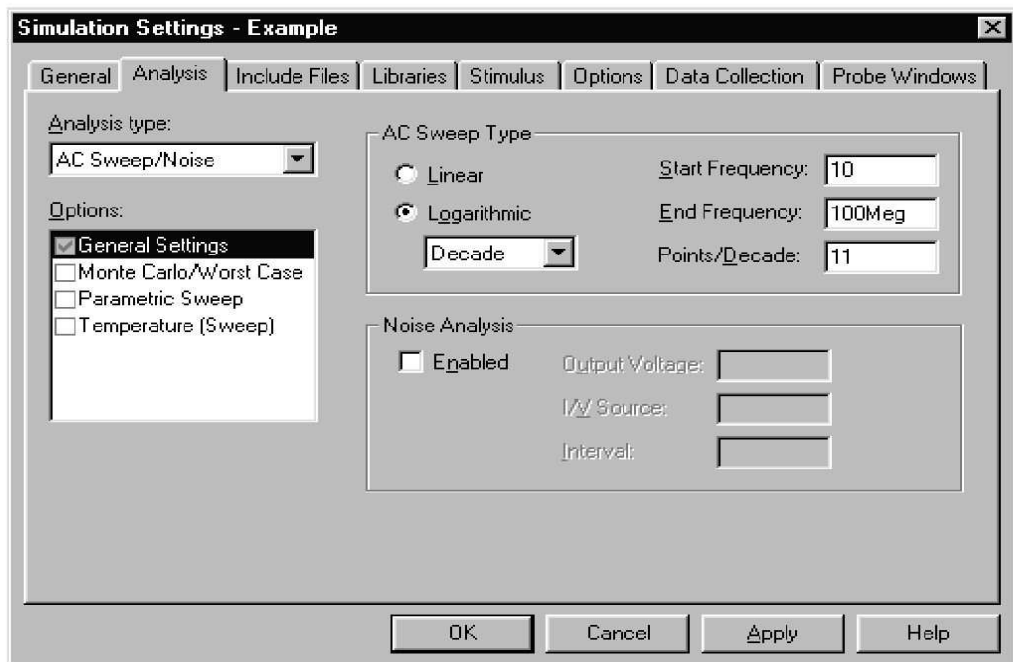

Figure 19 AC sweep and noise analysis simulation settings.
4. Από το Analysis type list, επιλέγουμε AC Sweep/Noise και εισάγουμε τις ρυθμίσεις του figure19.